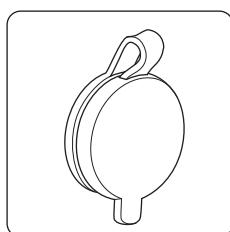

рис. 4
Розетка (15) (рис. 4) служит только для зарядки 12-вольтного аккумулятора.